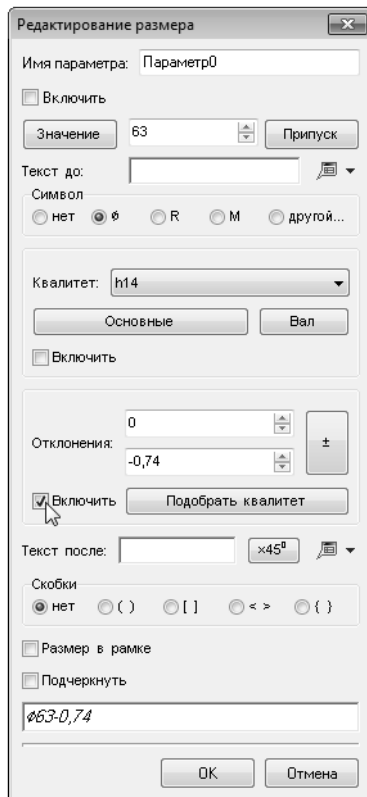

Рис. 3.4.
6. В появившемся диалоге **Редактирование размера** (рис. 3.4) установите курсор в ячейку **Значение** и введите **63**.